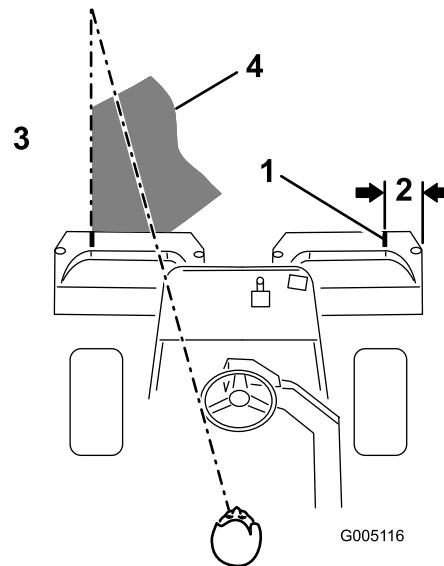

Figure 36
**Remarque:** Pour vous aider à traverser le green en ligne droite et à maintenir la machine à égale distance du bord de la passe précédente, établissez une ligne de vision imaginaire à environ 1,8 à 3 m en avant de la machine jusqu'au bord de la partie non coupée du green (Figure 36). Certaines personnes trouvent utile de faire passer la ligne de vision par le bord extérieur du volant, c.-à-d. de maintenir le bord du volant aligné avec un point se trouvant toujours à la même distance par rapport à l'avant de la machine.